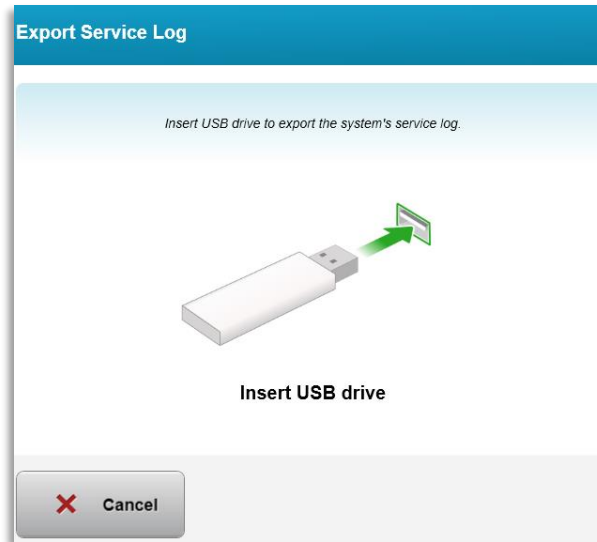

Figura 3-57. Exportar registro de servicio a USB
- Siga las instrucciones de la pantalla para insertar una unidad USB en el puerto USB, tal como se muestra en la figura 3-57.